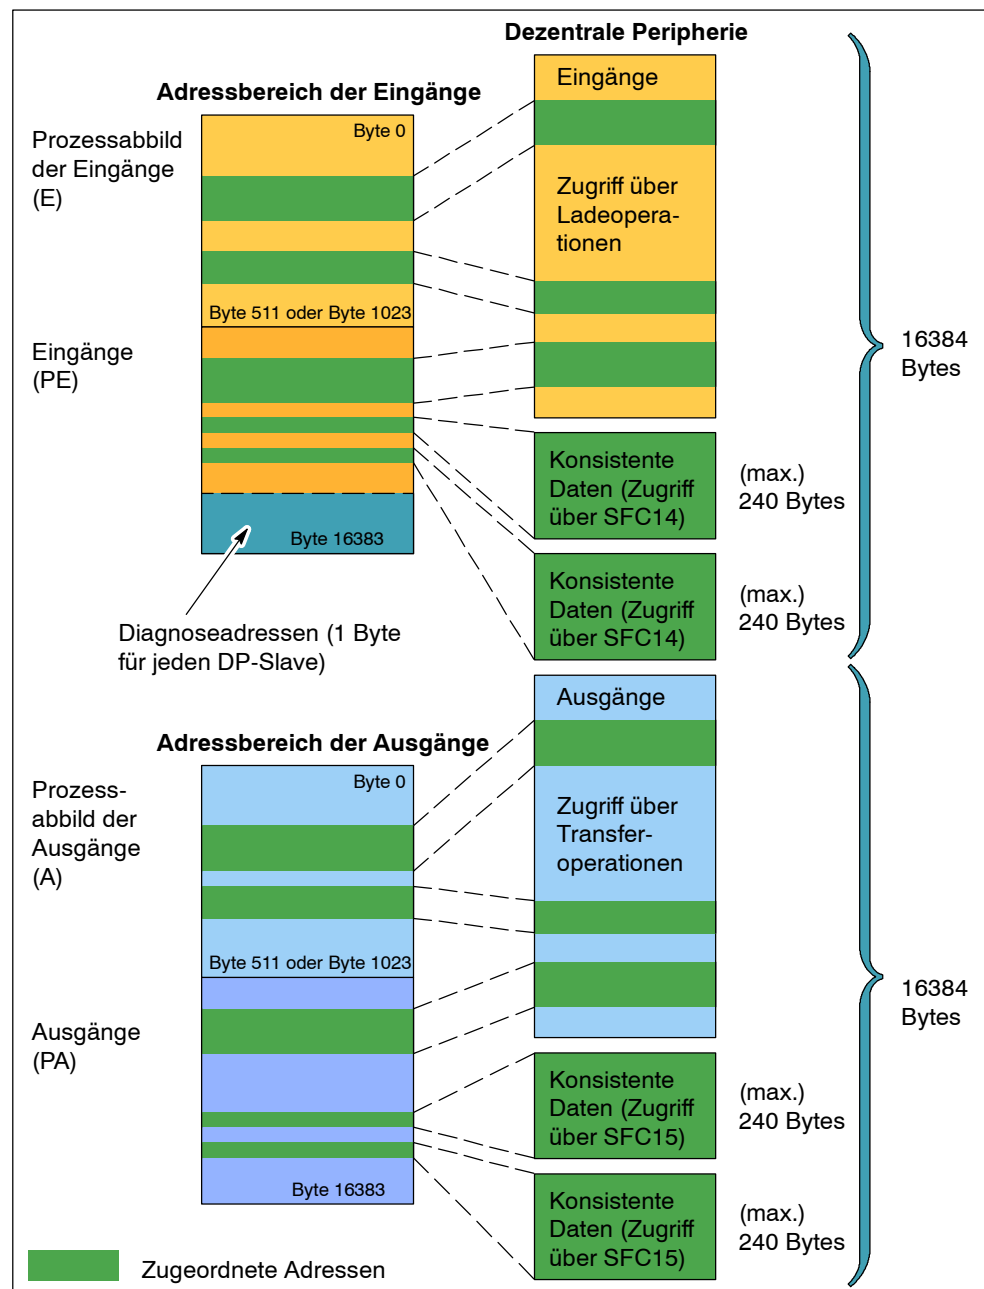

Bild 6-5 Zugreifen auf die dezentrale Peripherie
- Wenn Sie auf Daten im Byte-, Wort- oder Doppelwortformat zugreifen möchten (d.h. als 1 Byte, 2 Bytes oder 4 Bytes), können Sie mit den Lade- und Transferoperationen (L und T) in der Anweisungsliste oder der Operation MOVE (Wert übertragen) im Kontaktplan die dezentralen Ein- und Ausgänge lesen und in sie schreiben (siehe Bild 6-5). Auf E/A-Daten kann im Prozessabbild oder im Peripherieabbild zugegriffen werden.
Wie in Bild 6-5 dargestellt ist, kann das Anwenderprogramm auf (jeweils) maximal 16384 Bytes an Eingängen und an Ausgängen zugreifen, und zwar in der Anweisungsliste über die Lade- und Transferoperationen (L und T) und im Kontaktplan über die Operation MOVE (Wert übertragen).